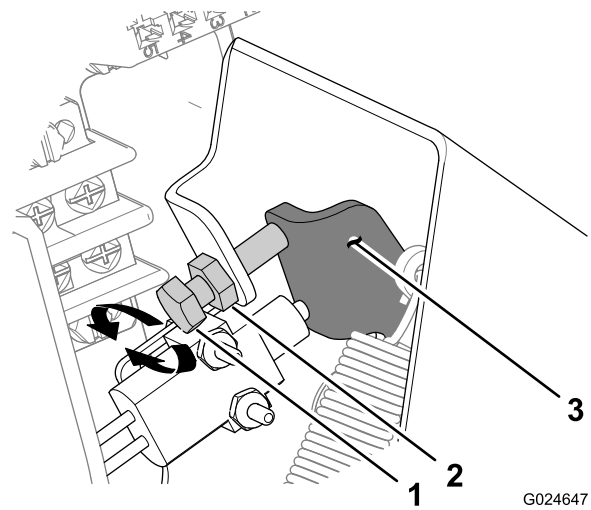

Figura 89
C. Apriete la contratuerca (Figura 89).
D. Repita los pasos 1 a 4 para medir el recorrido libre del pedal (Figura 89).
- A. Afloje la contratuerca que sujeta el tope del pedal del acelerador (Figura 89).
- En sentido horario para aumentar el recorrido libre del pedal (Figura 89).
- En sentido antihorario para reducir el recorrido libre del pedal (Figura 89).